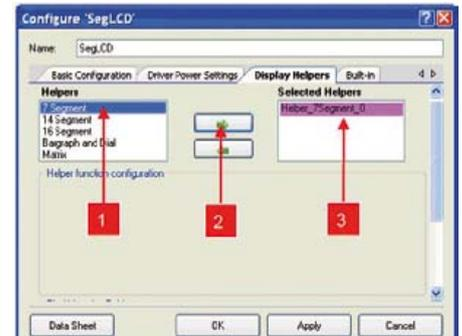

Bild 3. Display Helpers.
Bild 3. Beim ADuCRF101 von Analog Devices handelt es sich um ein SoC mit 32-bittigem Arm-CPU-Kern und integriertem UHF-Transceiver, das sich vor allem für drahtlose Sensornetzwerke eignet.
Zwar spricht Analog Devices auf der Webseite des Chips ADuCRF101 [3] selbst von einem „Precision Analog Microcontroller ARM Cortex M3 with ISM band Transceiver“, doch genau die Integration von analoger HF-Elektronik berechtigt dazu, bei diesem IC von einem SoC zu sprechen. Bei der weiteren Peripherie wie A/D-Konverter, Interfaces und Timern und auch bei der Rechenleistung oder der Ausstattung mit Speicher unterscheidet sich der Chip nicht unbedingt von modernen Mikrocontrollern. Hier zeigt sich also deutlich, dass die Grenzen fließend sind. Die komplette Ausstattung ist zusammen mit den technischen Daten in einem extra Kasten aufgelistet. Die Illustration von Analog Devices in **Bild 3** macht klar, wozu dieser
Die Parameter des Tabs „Display Helpers“ finden sich in **Bild 3**. In unserem Beispiel benötigt man nur einen Helfer: Zuerst selektiert man „7 Segment“ (1). Dann klickt man auf den Rechtspfeil (2), wodurch „Helper_7Segment_0“ im